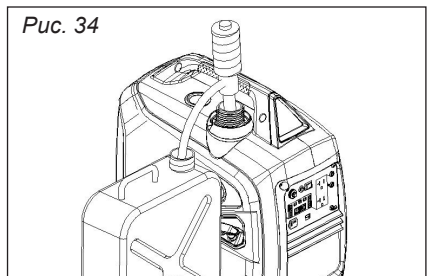

Рис. 34
3. Слейте топливо из топливного бака в емкость для хранения ГСМ с помощью ручного сифона (в комплект поставки не входит) (рис. 34).